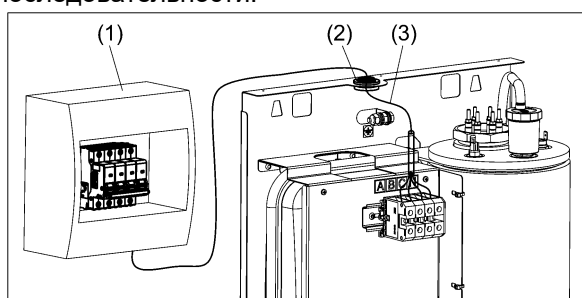

Рисунок 6. Подключение прибора к электросети
6.2.3 Подключение прибора к электрической сети осуществляется только через внешний автоматический выключатель **QF** (см. рис. 6) с номинальным током (I_n) указанным в таблице 2.
(1) Выполните монтаж автоматического выключателя QF в непосредственной близости от прибора и доступным для визуального обзора месте (см. рис. 6);
(2) Установите сальник входящий в комплект поставки на нижнюю стенку прибора;
(3) Выполните монтаж силового кабеля от автоматического выключателя QF к клеммным колодкам через установленный сальник.